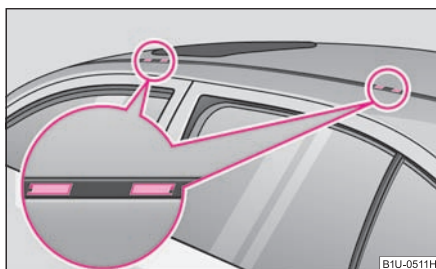

Fig. 80 Puntos de fijación para soportes de techo básicos
- Se pueden retirar las caperuzas de plástico ⇒ fig. 80; introducir para ello un destornillador pequeño en el rebaje de las caperuzas y desapalancar así las mismas con cuidado para no dañar la pintura.